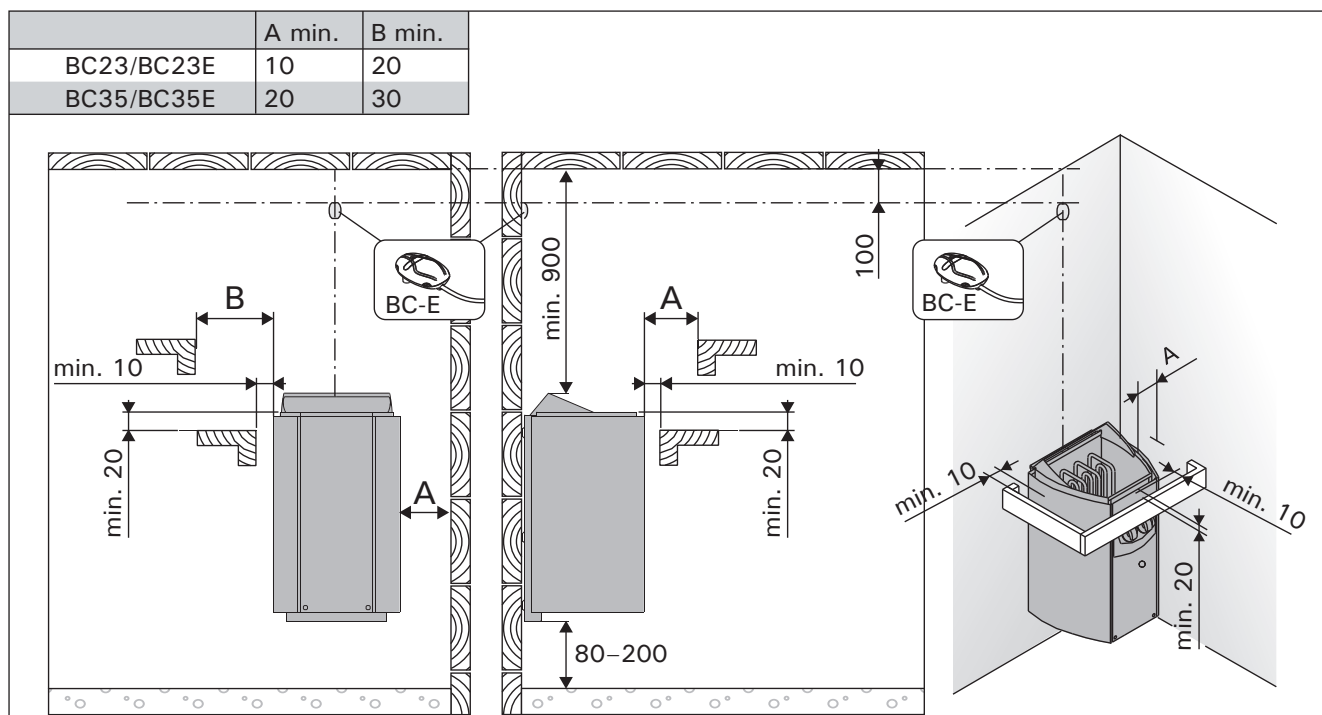

Figura 6. Distanze di sicurezza dalla stufa (tutte le dimensioni sono in millimetri)
- La collocazione della stufa ottempera ai requisiti minimi relativi alle distanze di sicurezza indicati alla figura 6 e nella tavola 2?
Assieme alla centralina vengono fornite istruzioni dettagliate relative al suo fissaggio alla parete. Installare il sensore della temperatura sulla parete della stanza della sauna, sopra la stufa, sulla mezzzeria laterale della stufa, 100 mm al di sotto del soffitto. Figura 6.